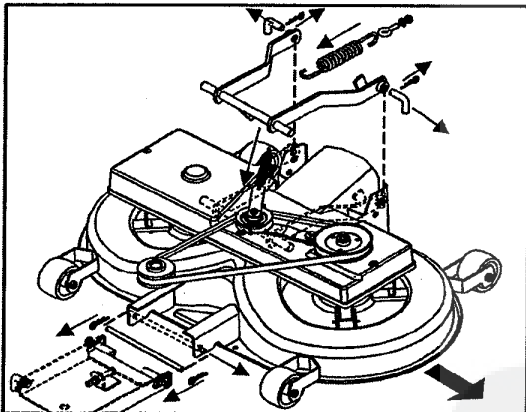

Fig. 35
A. DEMONTAGE DE LA TONDEUSE (Fig. 35)